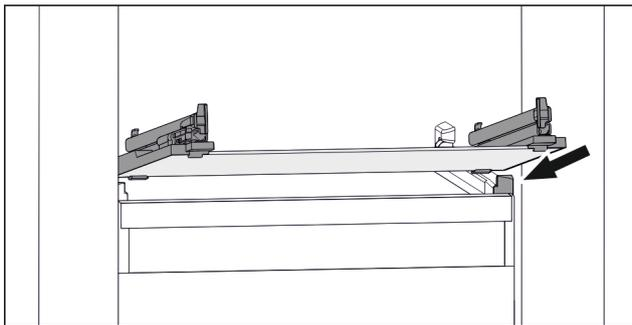

Fig. 134 Приблизне відображення скляної пластини
- ▶ Встановити скляну пластину за стопорами навскоси. (див. Fig. 134)